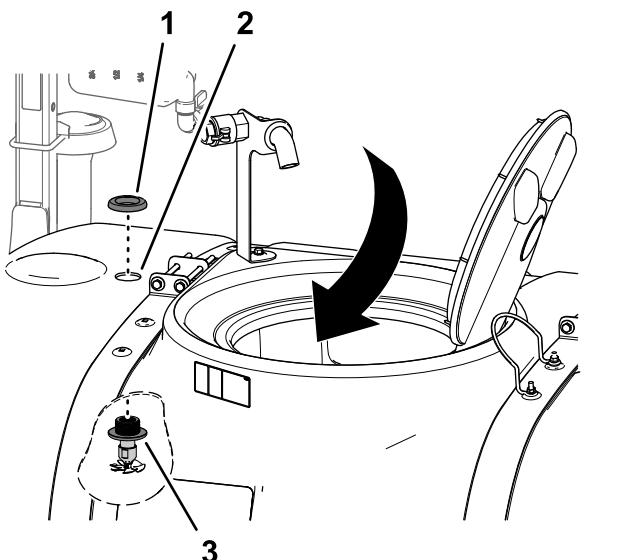

Bild 22
3. Wiederholen Sie die Schritte 1 bis 2 für die anderen Spüldüsen am 4,5 cm großen Loch vorne (Bild 22).